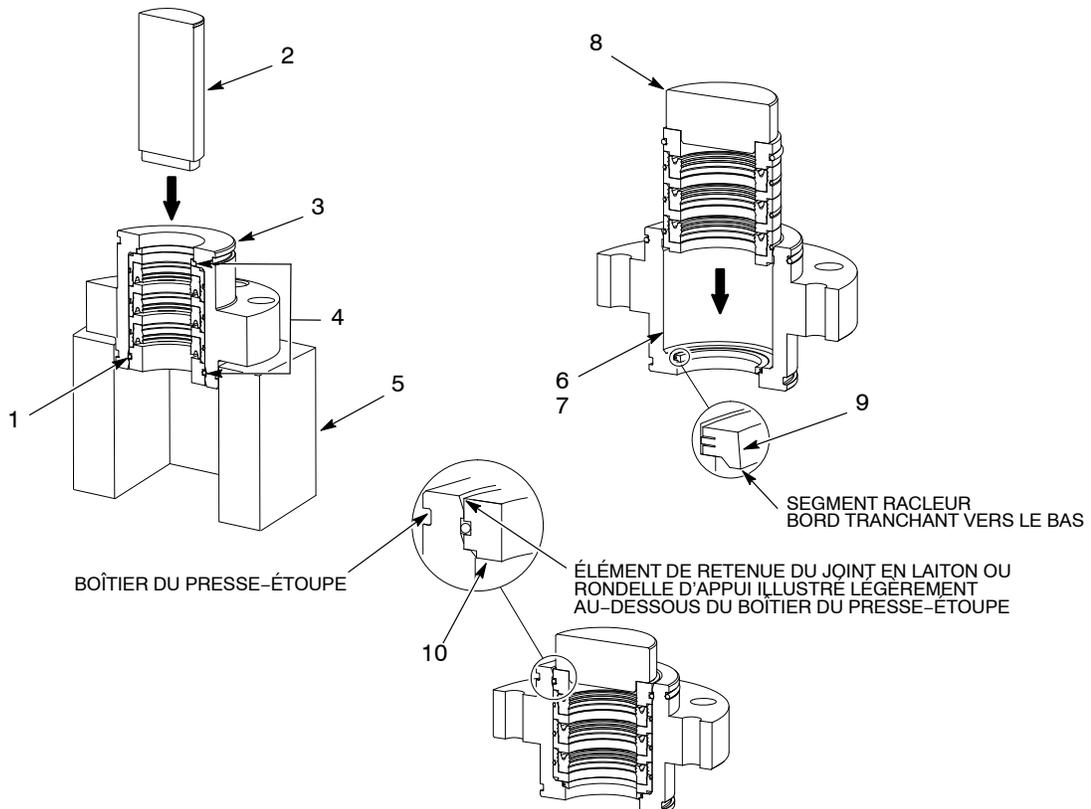

Figure 7 Remplacement des pièces internes du presse-étoupe
Voir la Figure 7.
2. Insérer le mandrin d'extraction (2) dans le boîtier du presse-étoupe. Pousser les pièces internes (4) vers l'extérieur à l'aide de la presse.
4. Enduire l'alésage (6) du boîtier du presse-étoupe de lubrifiant Mobil SHC 634.
5. Insérer le segment racleur ou la bague de retenue (8), bord tranchant vers le bas, dans le presse-étoupe (3).
6. Insérer les pièces internes neuves dans le boîtier du presse-étoupe (3) à l'aide de l'outil d'insertion (7) et de la presse. S'assurer que l'élément de retenue du joint en laiton ou la rondelle d'appui (9) est à fleur ou légèrement au-dessous du boîtier du presse-étoupe comme illustré dans la Figure 7.